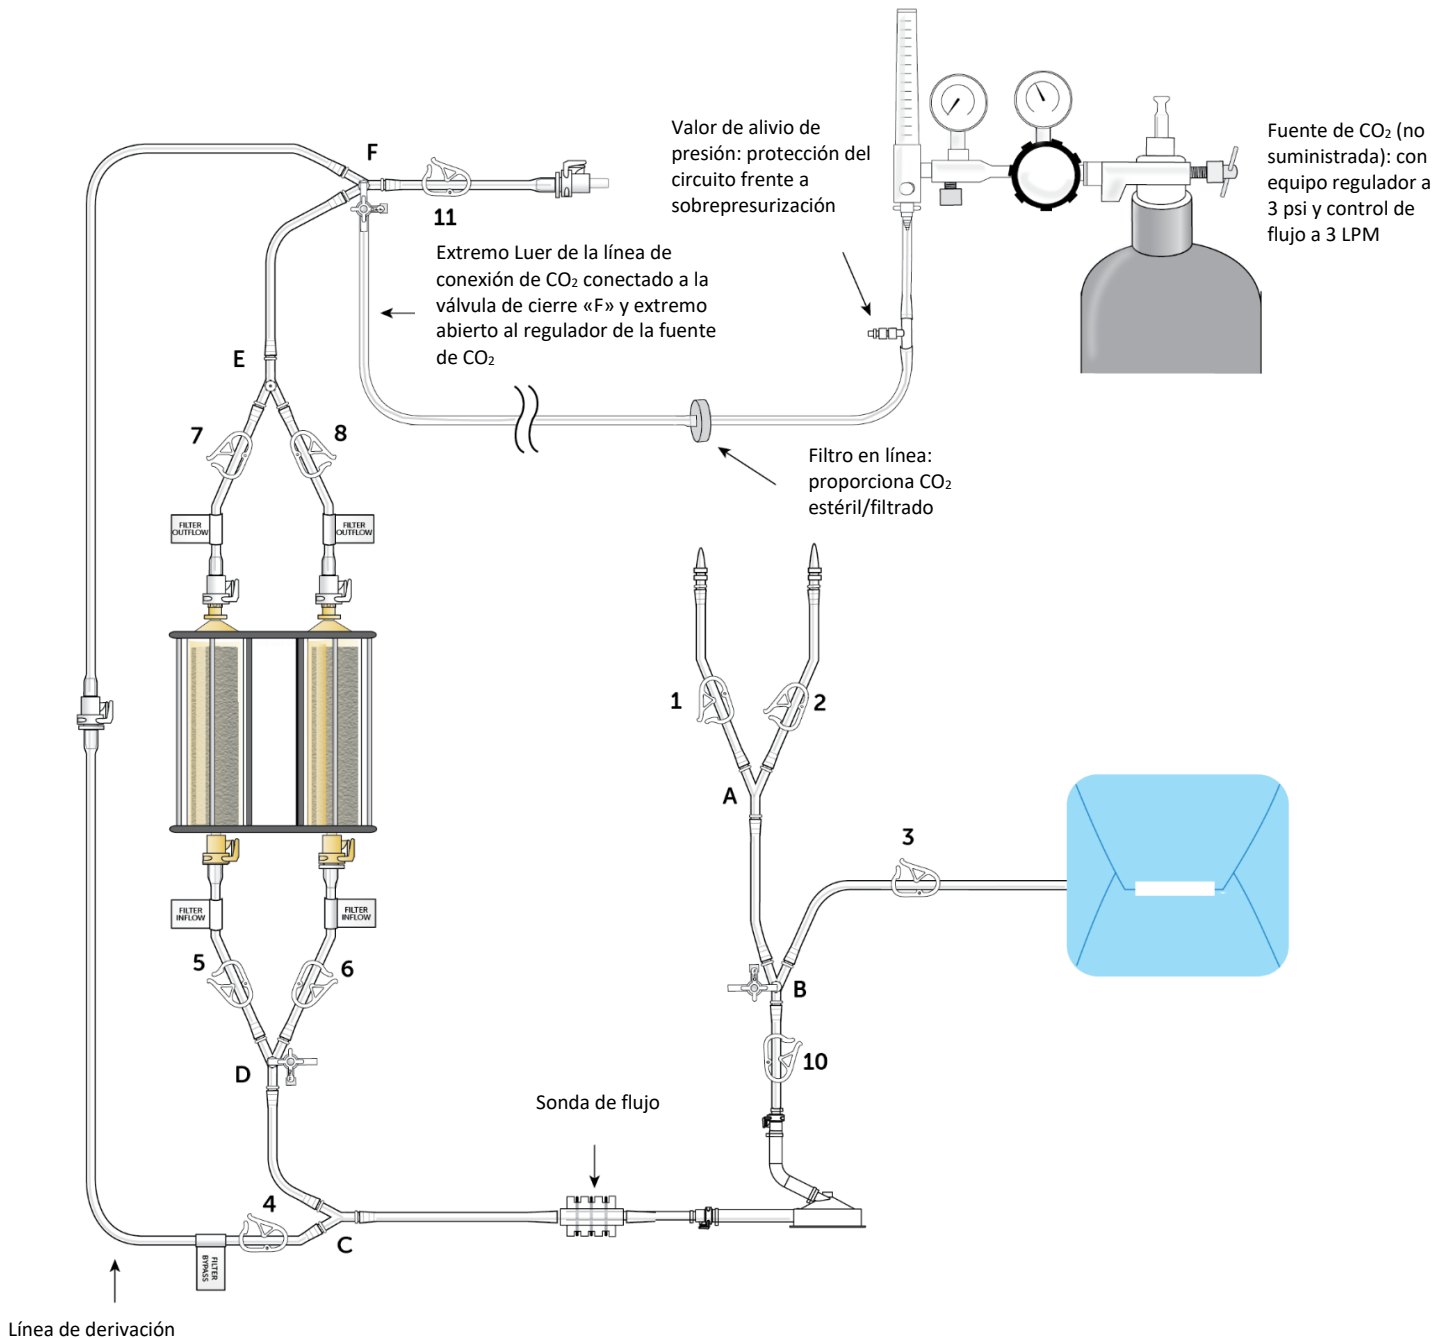

Figura 12
- Cierre la abrazadera de salida (11), conecte la línea de conexión de CO₂ a la válvula de cierre «F» y abra la válvula de cierre; véase la figura 12.